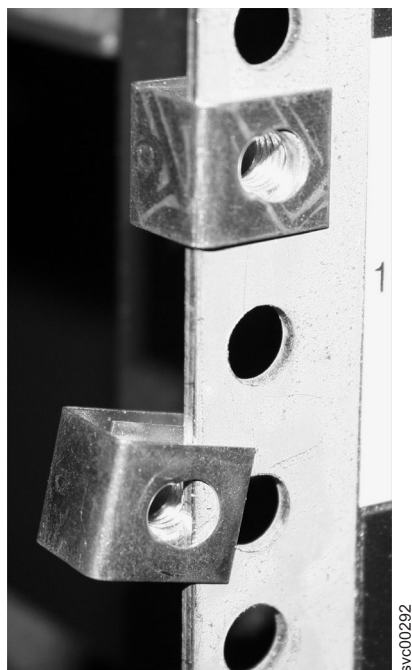

図6. クリップの位置決め
2. 15 ページの図 6 に示すように、4 個の「C」クリップを、ラックのマウント・バーで位置決めします。